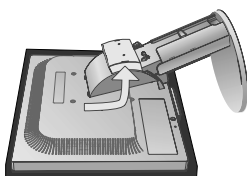

Figura S.3
5. Quite la base quitando los corchetes hacia la dirección que se indica (Figura S.3). El monitor ya está preparado para montarlo de otro modo.